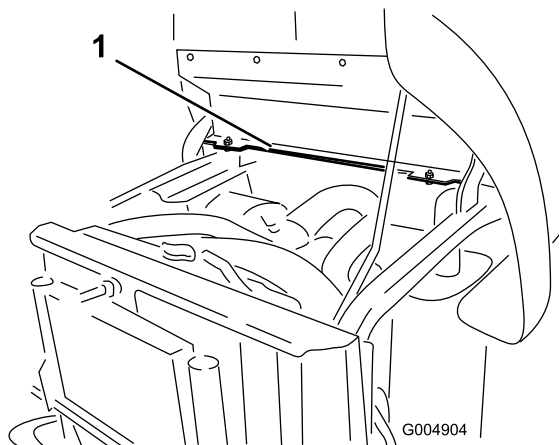

Рисунок 8
1. Найдите 2 крепежных отверстия с левой стороны заднего крепления рамы (Рисунок 8).